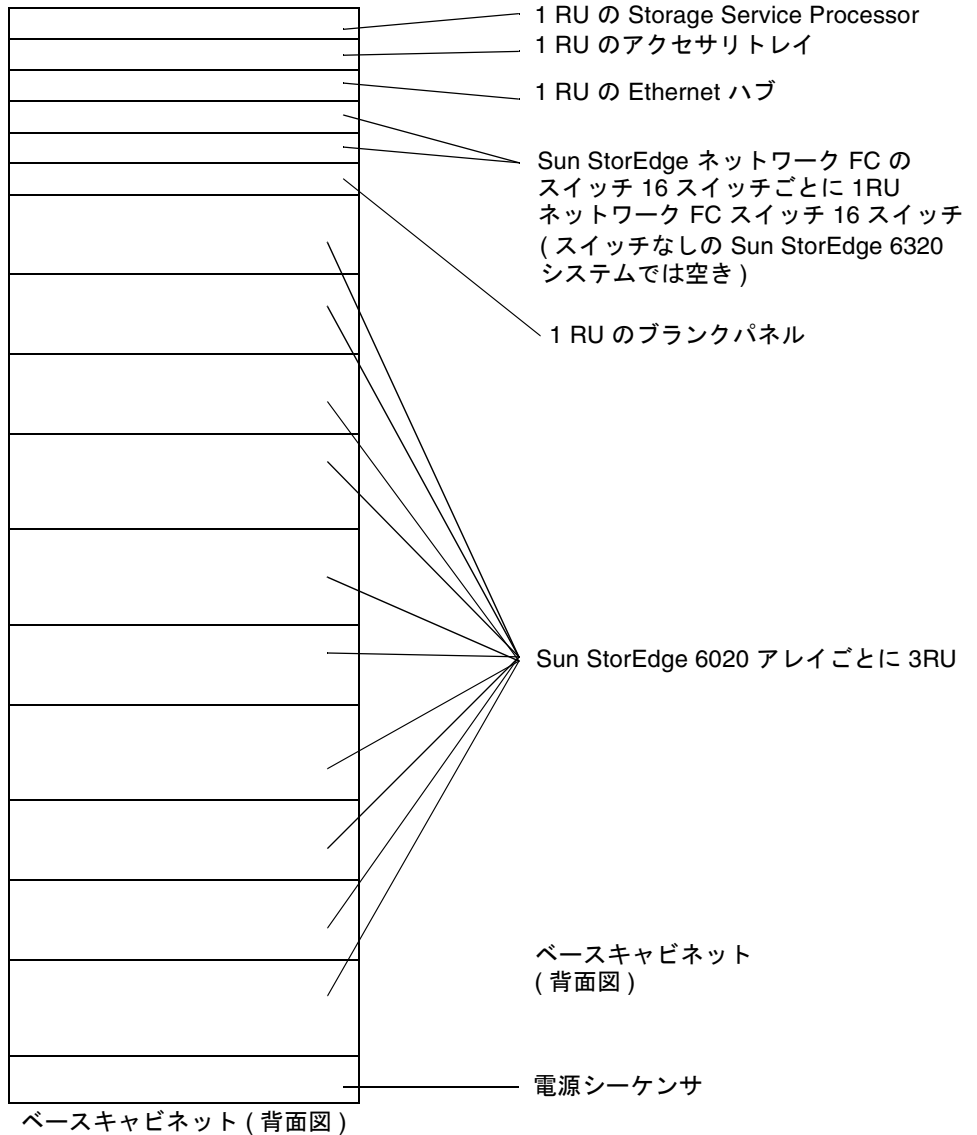
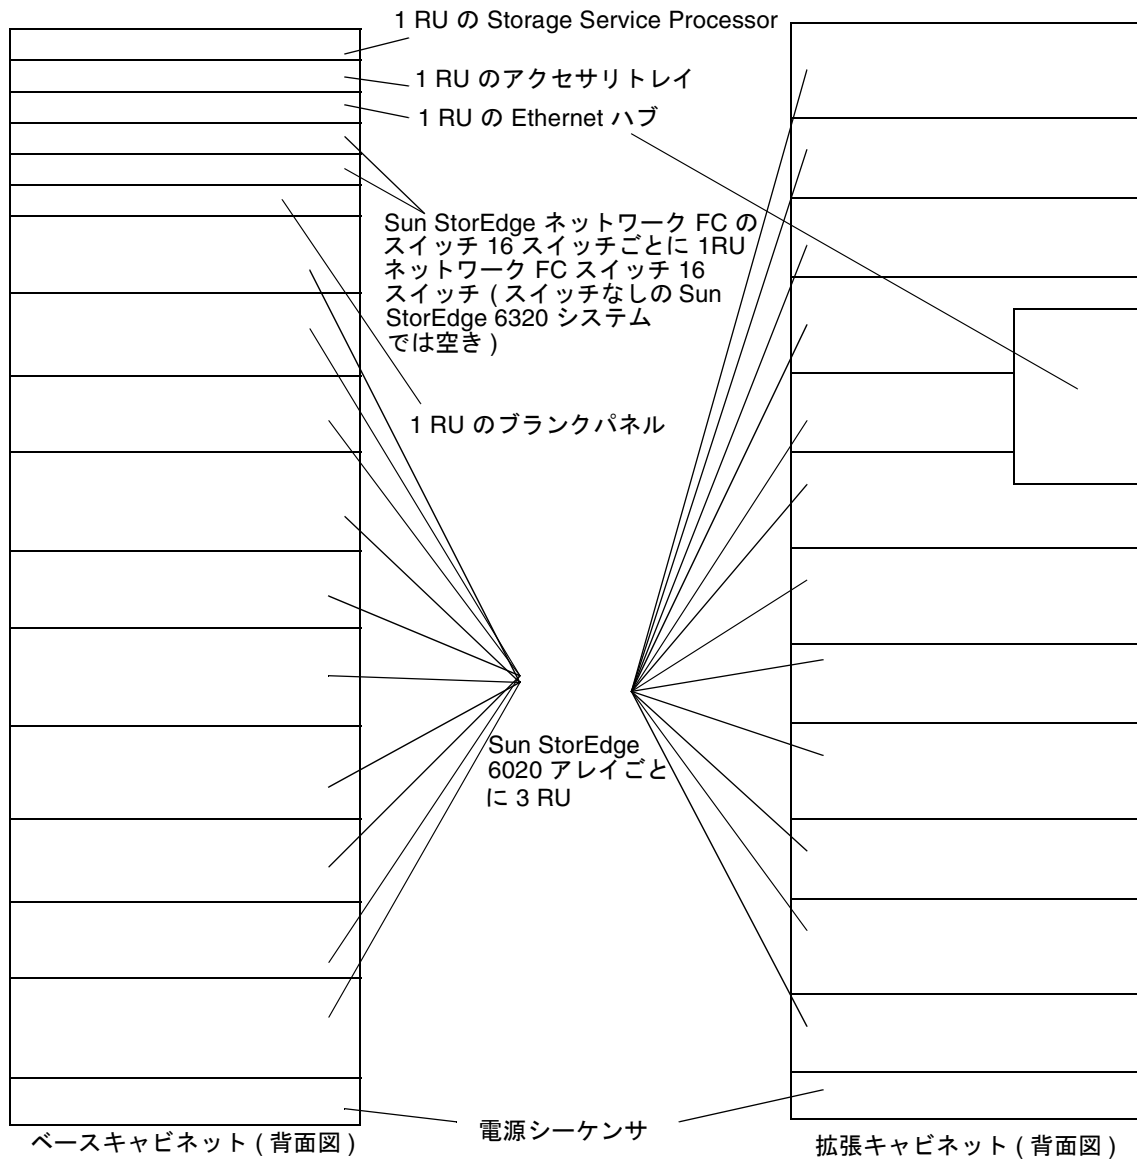

図 4-3 Sun StorEdge 6320 システムの FRU の配置
図 4-4 Sun StorEdge 6320 システムの FRU の位置
システムの FRU の命名規則と配置については、図 4-3 および図 4-4 を参照してください。
Sun StorEdge 6320 ストレージシステム内で FRU の取り付けが可能な位置を図 4-3 と図 4-4 に示します。取り付け位置は、FRU またはブランクパネルが収容されるラックユニット (RU) 数によって決まります。